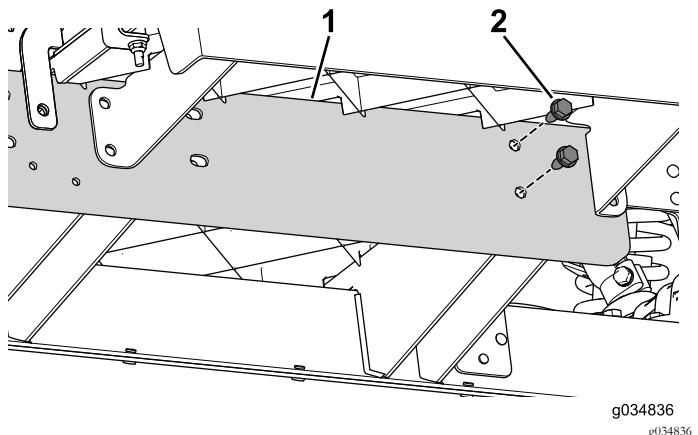

Figure 23
3. Avec les 2 boulons (5/16" x 3/4"), fixez légèrement le longeron d'extension au profilé central de la section avant de la machine (Figure 23).